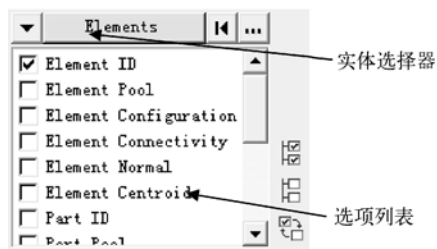
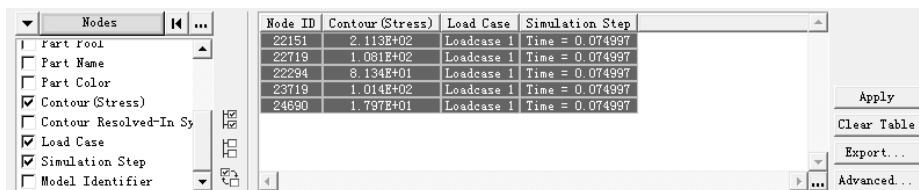
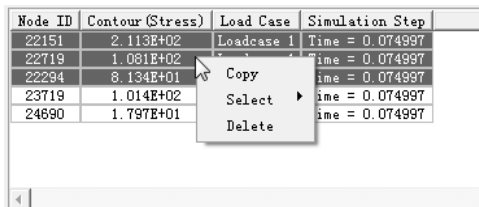

图 13-22 确认实体选择器
图 13-23 查询所选单元 ID 编号、相应应力值、工况以及仿真步
图 13-24 数据结果后处理
- (1) 载入 truck.key 模型和 d3plot 结果文件。
- (2) 在工具栏单击 Contour (🌈) 按钮。在 Result 下选择 Stress(t)和 VonMises。
- (3) 单击 Apply 按钮。
- (4) 单击 (▶) 按钮, 运行模型动画。
- (5) 停止动画。
- (6) 在工具栏单击 Query (🔍) 按钮。
- (7) 确认实体选择器设置为 Elements, 如图 13-22 所示。
- (8) 单击 (🗑️) 按钮, 取消选择选项列表中的所有项目。
(9) 在选项列表中选择 Element ID、Contour (Stress)、Load Case 和 Simulation Step, 如图 13-23 所示。
- (10) 在图形区选择模型的几个单元。
- (11) 单击 (🌈) 按钮, 返回 Contour 面板。
- (12) 在 Averaging method 下拉菜单中选择
(13) 单击 Apply 按钮，结果如图 13-23 所示。
(14) 单击 Query Result 按钮，它位于 Contour 面板右下角。确定实体选择器设置为 Nodes。
(15) 在选项列表中选择 Element ID、Contour (Stress)、Load Case 和 Simulation Step。
(16) 在图形区点选模型上的几个节点。
(17) 单击 Export 按钮，将表格中数据存储成 query.csv 文件。通过 Export 选项可以将查询的结果信息保存成.csv 文件用于进一步的研究，而不需要再次查询相同的数据。
(18) 高亮显示列表中部分行。如图 13-24 所示，在高亮显示的列表中右击鼠标。
(19) 在弹出的可用选项中选择 Copy，此时可以将所选列表复制到文本编辑器中。